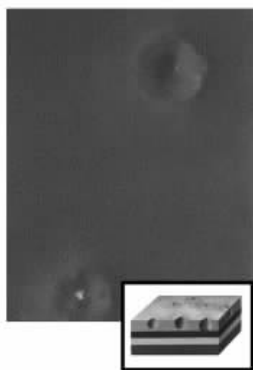

图 4-4 针孔缺陷
(1) 针孔缺陷 在涂膜上产生针状小孔或类似皮革毛孔的现象,其孔的直径为 $100\ \mu\text{m}$ 左右,如图 4-4 所示。